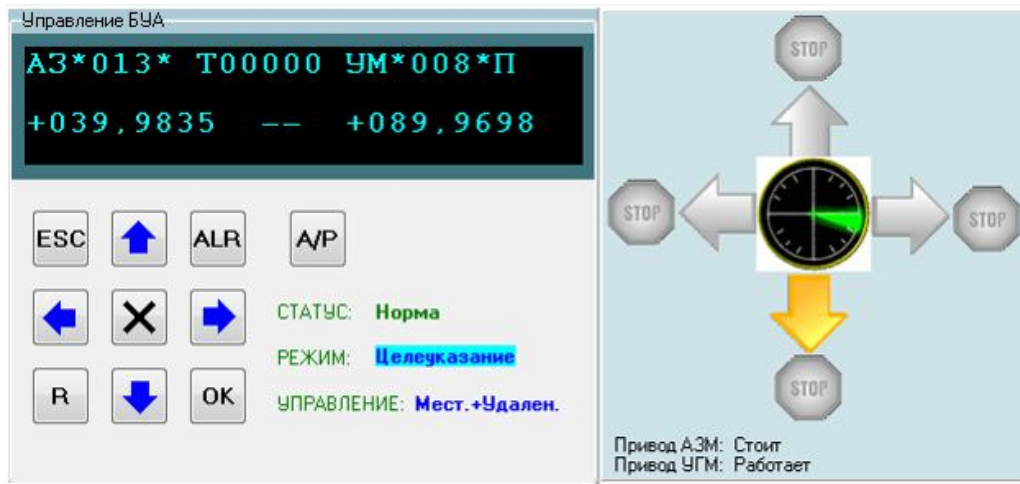

Рисунок 2.5 - Виртуальная панель управления БУА 1200
Остановка движения антенны осуществляется при нажатии кнопки  на девятикнопочной клавиатуре (см. рисунок 2.5).
2.4.2 Для определения типа аварии БУА 1200 необходимо просмотреть на ЖКИ списки текущих аварий БУА, приводов и сообщений об авариях, для чего необходимо на клавиатуре управления движением антенны (см. рисунок 2.5) нажать на кнопку ALR. С перечнем возможных сообщений об авариях можно ознакомиться в протоколе обмена данными, представленном в приложении Б.